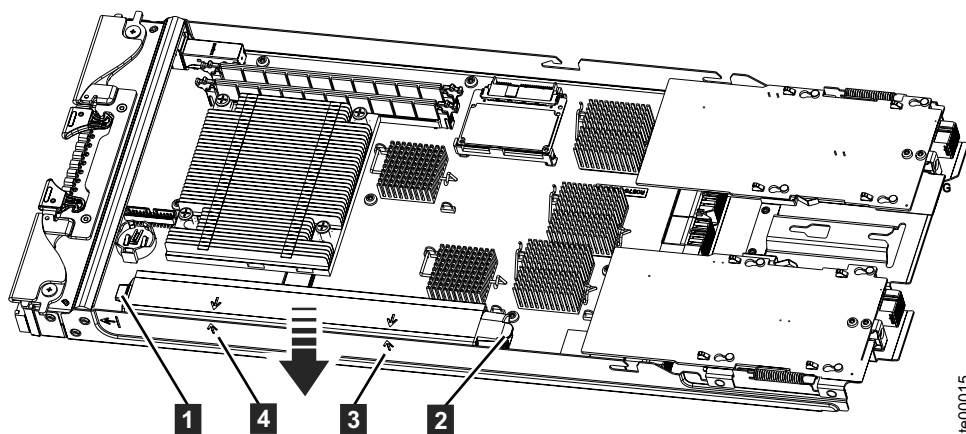

Figure 22. Installation de la batterie
8. Pour positionner la batterie pour l'installation, alignez les flèches d'alignement **3** et **4** de la batterie avec celles de la cartouche. Voir figure 22.